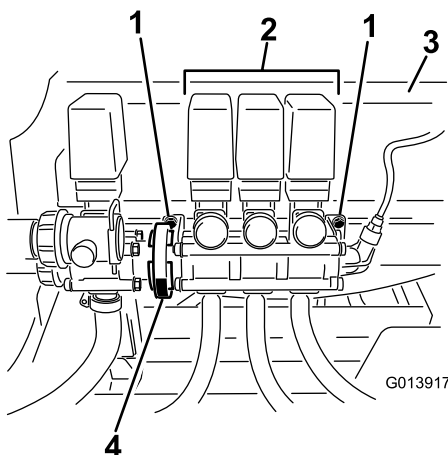

Figura 3
2. Allentate i bulloni che fissano il gruppo valvole della barra alla staffa di montaggio, senza rimuoverli (Figura 3).